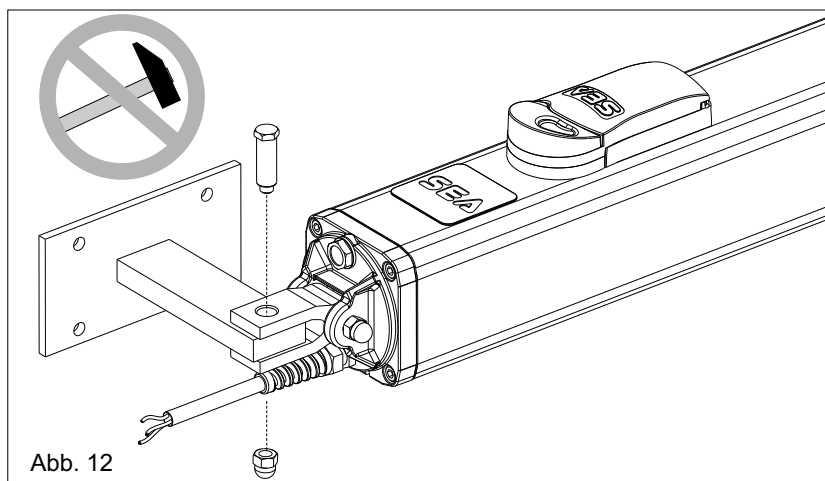

Abb. 12
- Die Schwinggabel, wie in Abb. 12 befestigen.